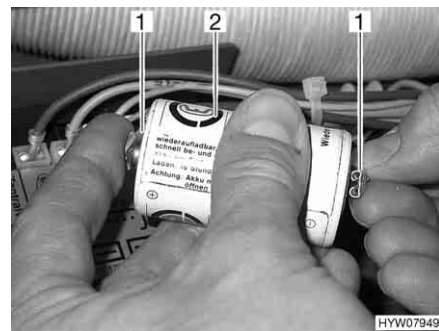

Fig. 83 Ponticello della chiusura centralizzata per blocco cucina
- Appoggiare le estremità dei cavi (Fig. 83,1) a una normale pila da 1,5 volt (Fig. 83,2) rispettando la polarità. L'apparecchio di controllo viene collegato a ponticello. La chiusura centralizzata si apre.